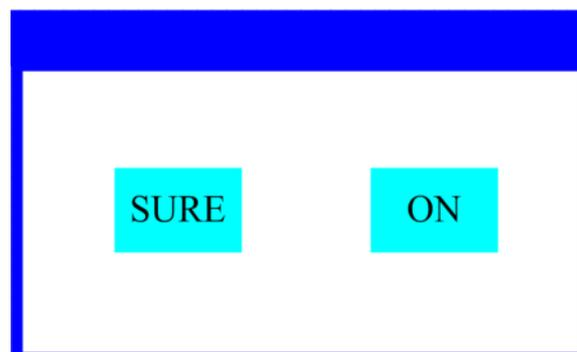

Figure 2 Dialogue de confirmation
- Lorsque le paramètre est un élément clé, cliquer sur l'élément correspondant, la boîte de dialogue affichée dans Figure 2 sera alors une demande de confirmation. Cliquer « Sure » pour confirmer.